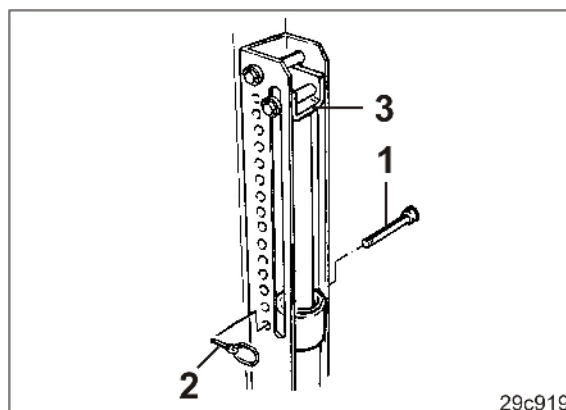

Fig. 165
3. Sæt bolten (Fig. 165/1) under anslaget (Fig. 165/3) i en af boringerne i rækken af huller, og sørg for at sikre den med en ringstift (Fig. 165/2).